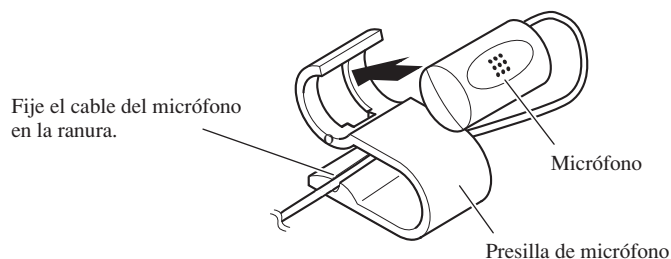

Fig. 21
1. Instale el micrófono en la presilla de micrófono. (Fig. 21)